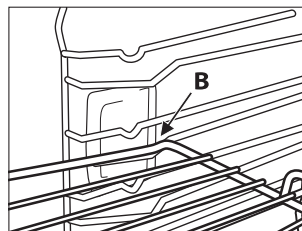

Fig. 2
2. Inclinez la grille selon la position de verrouillage "B" (Fig. 2).